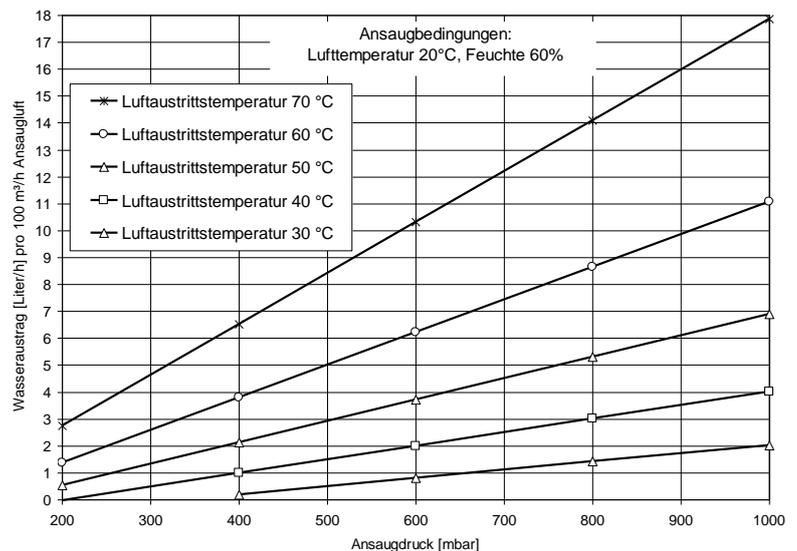

Abb. 7: Betriebswasseraustrag
Abb. 7 zeigt den Betriebswasseraustrag aus dem Vorratsbehälter für einen Ansaugvolumenstrom von 100 m³/h in Abhängigkeit vom Ansaugdruck und der Betriebswassertemperatur.
- Wasseraustrag für Ansaugdruck und Betriebswasser-Austrittstemperatur gemäß Abb. 7: 2,1 l/h pro 100 m³/h Ansaugluft